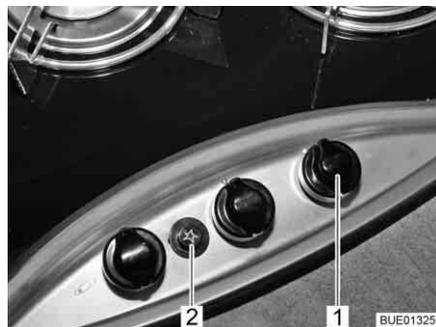

Fig. 185 Elementos de mando para la cocina de gas
- Girar el regulador giratorio (Fig. 185,1) correspondiente al quemador deseado a la posición de encendido (llama alta).
- Presionar el botón de encendido (Fig. 185,2). En el quemador se producen chispas de encendido.